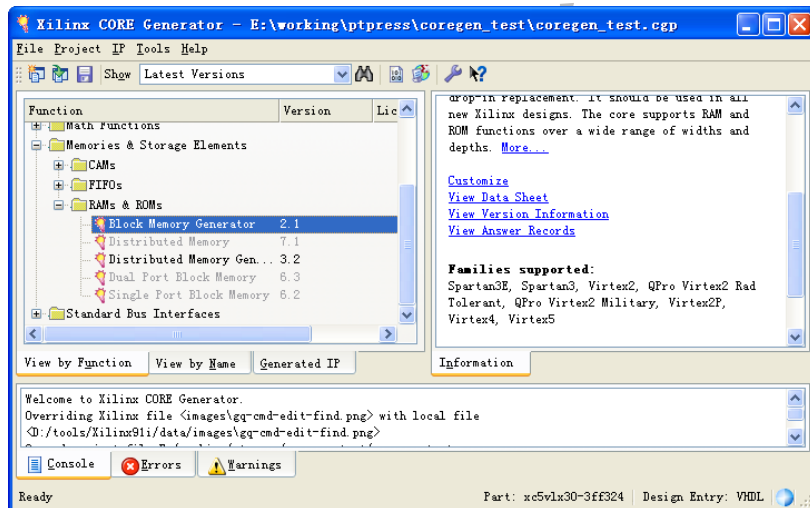

图 2.74 生成 BLOCK RAM 模块
(1) 可以用 CORE Generator 生成分布式 RAM。启动 CORE Generator，打开已有项目，如图 2.74 所示。